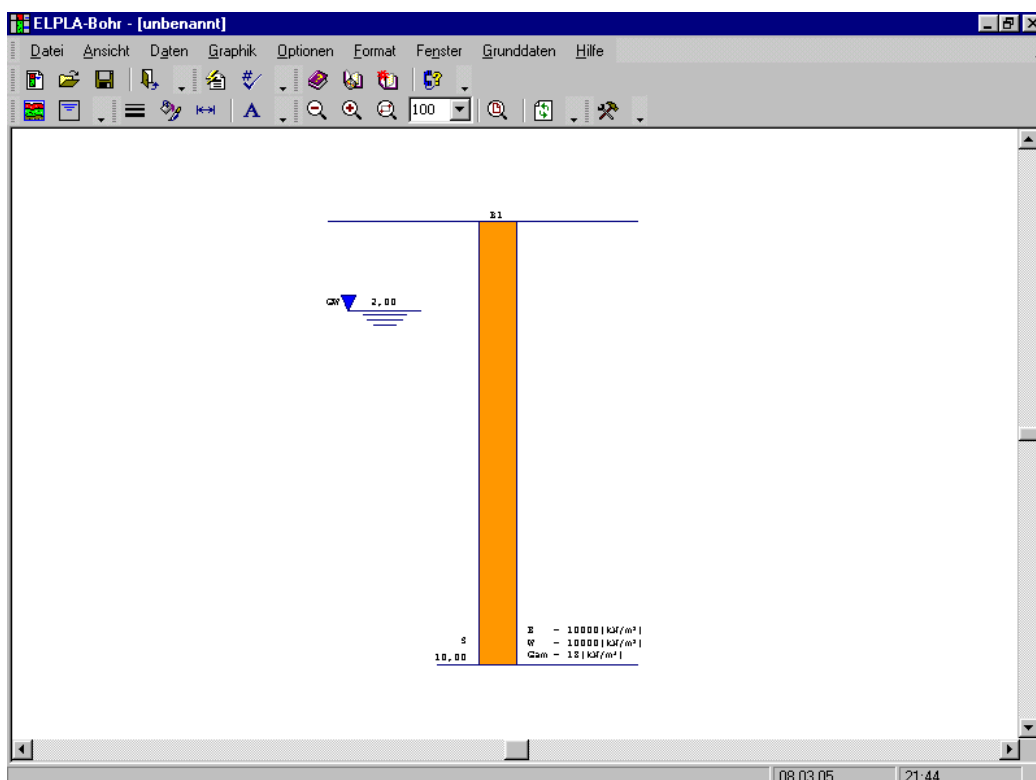

Bild 1-17 Unterprogramm *ELPLA-Bohr* mit einem Standardbohrprofil
- Wählen Sie "Baugrunddaten" aus dem "Daten"-Menü des *ELPLA-Daten*-Fensters. Das folgende Unterprogramm im Bild 1-17 erscheint mit einem Standardbohrprofil
Baugrunddaten werden durch das "Daten"-Menü im Bild 1-17 definiert, welches die folgenden zwei Befehle enthält:
- Wählen Sie im Fenster von Bild 1-17 den Befehl "Baugrunddaten" aus dem "Daten"-Menü. Das folgende Dialogfeld im Bild 1-18 mit Standardbohrprofildaten erscheint